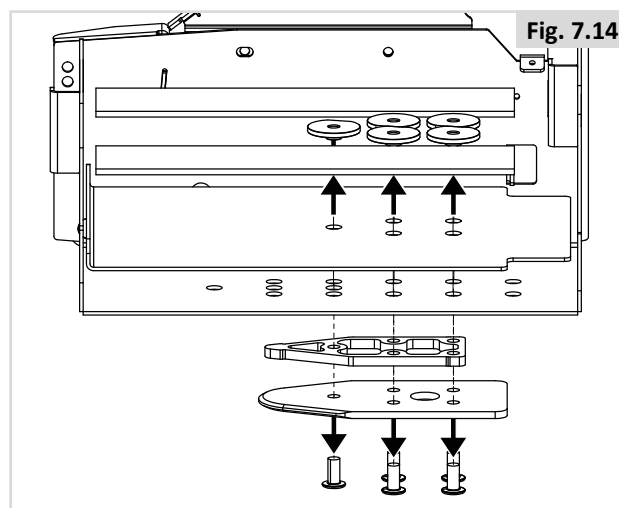

Fig. 7.14
5. Tag skruerne ud sammen med afstandsstykket/afstandsstykkerne og låsepladen (fig. 7.14).